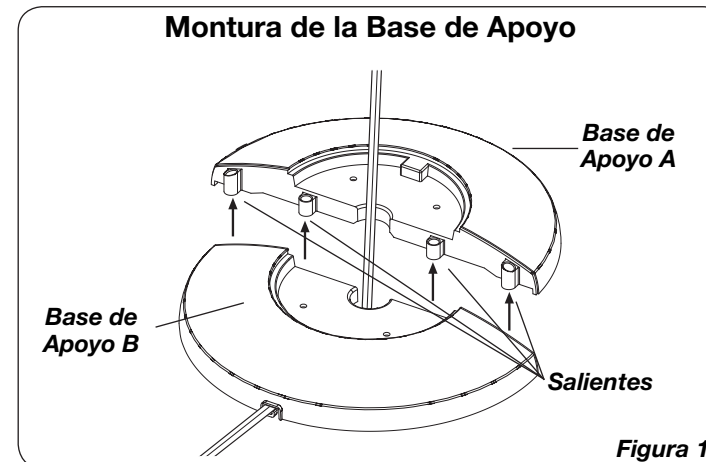

Figura 1
- Arme las **Bases de Apoyo** interconectando las **Salientes** en la **Base de Apoyo A** dentro de los **Orificios de Salientes** en la **Base de Apoyo B**. Introduzca el **Cable Eléctrico** a través del orificio grande en el centro de la **Montura de la Base de Apoyo**. (*Figura 1*)